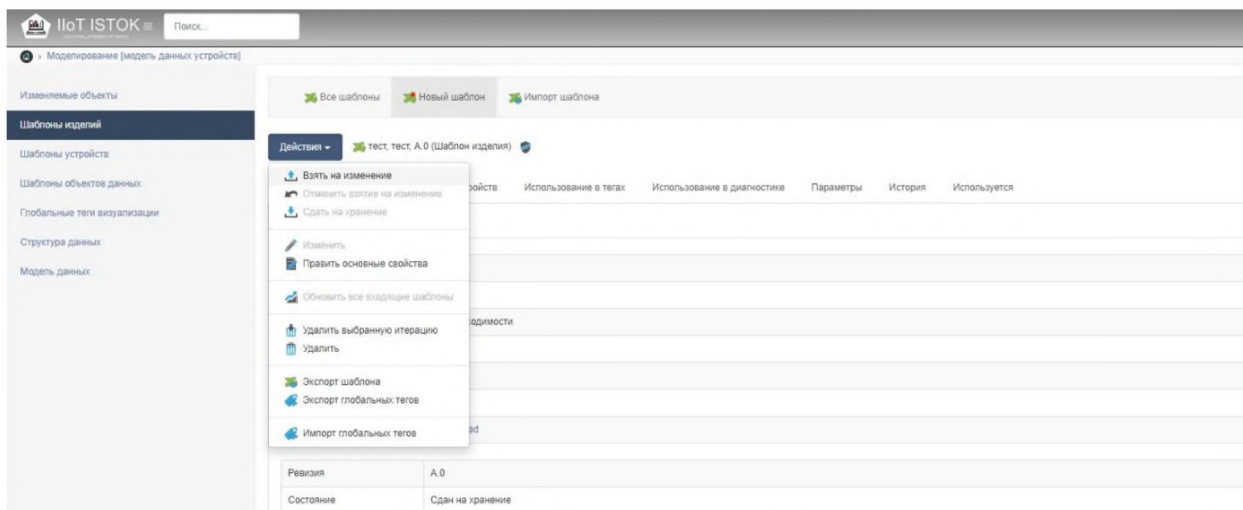

Рисунок 48 – Изменение шаблона изделия
- 6) Нажмите **Действия, Взять на изменение** (рис. 48).